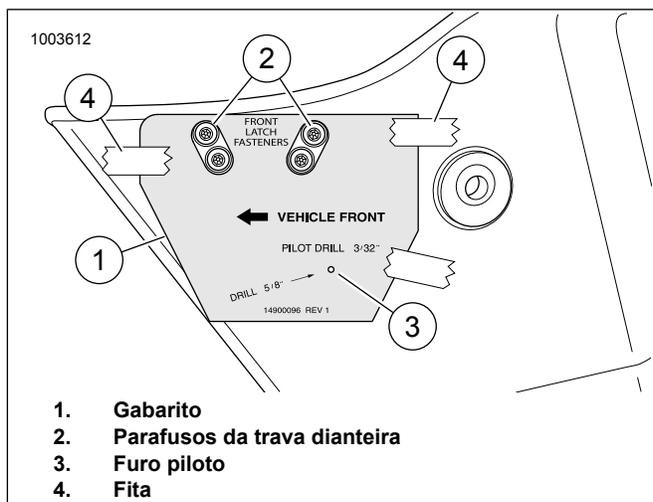

Figura 18. Gabarito e alforje
4. Veja a figura 18. Coloque o gabarito (1) na frente externa do alforje. Os furos ovais do gabarito se encaixam sobre os parafusos da trava dianteira (2). Fixe o gabarito com fita adesiva (4).
5. Faça um furo piloto de 1/8 pol. (3).